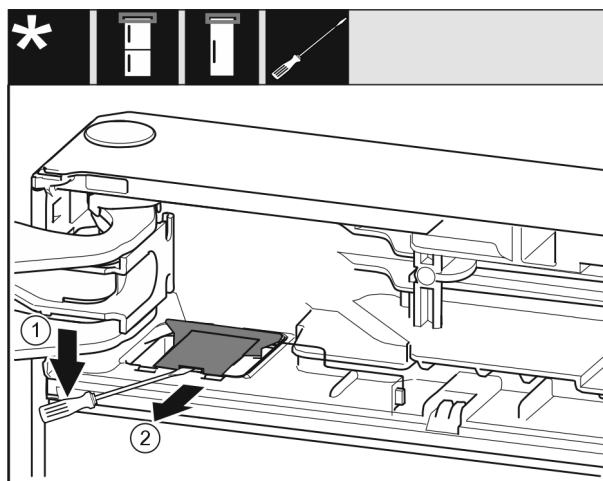

Fig. 10
- S ploščatim izvijačem snemite pokrov Fig. 10 (1).
- Odstranite pokrov Fig. 10 (2).